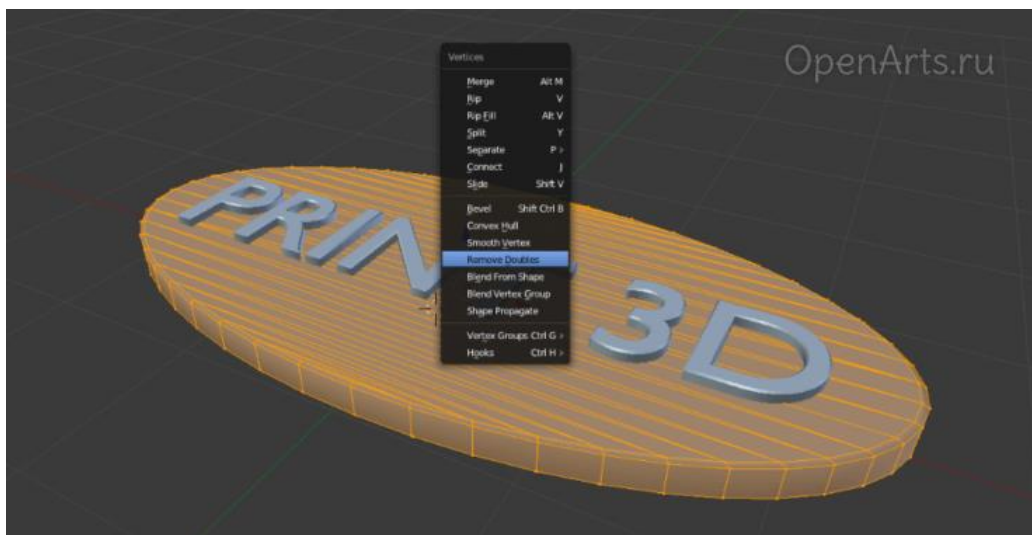

Рис. 17. Удаление вершин-дубликатов в Blender
3.5. При конвертации в меш могут появиться вершины-дубликаты. Их можно объединить в режиме редактирования (рис. 17). Для этого выделите все вершины (A), нажмите Ctrl+V и в появившемся меню выберите удаление дубликатов (Remove Doubles). После этого следует пересчитать нормали всех граней для их ориентации наружу (Ctrl+N).